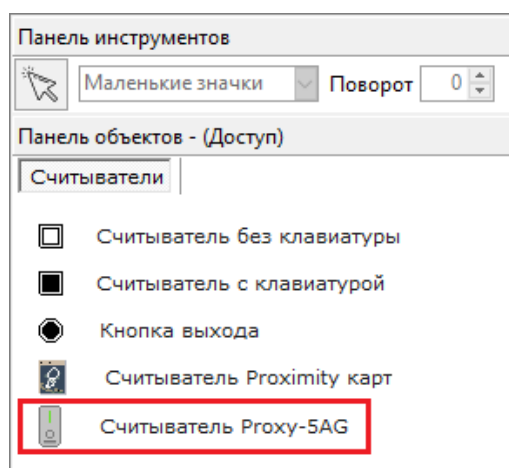

Рисунок 6-519 Добавленная кнопка на панели объектов - Доступ
- созданная кнопка пользовательского вида пиктограмм появится на соответствующей панели визуализации объектов (см. Рисунок 6-519);